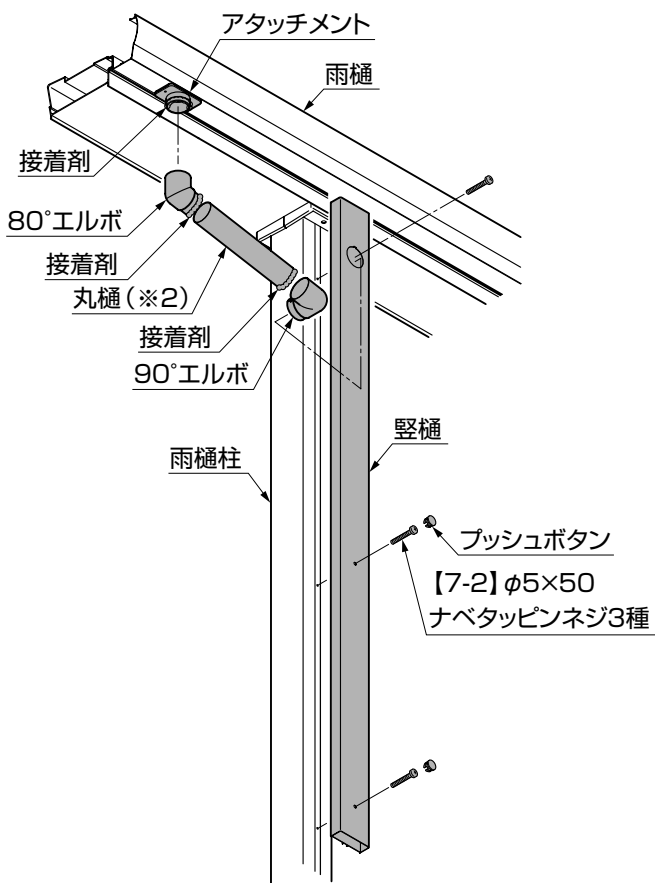
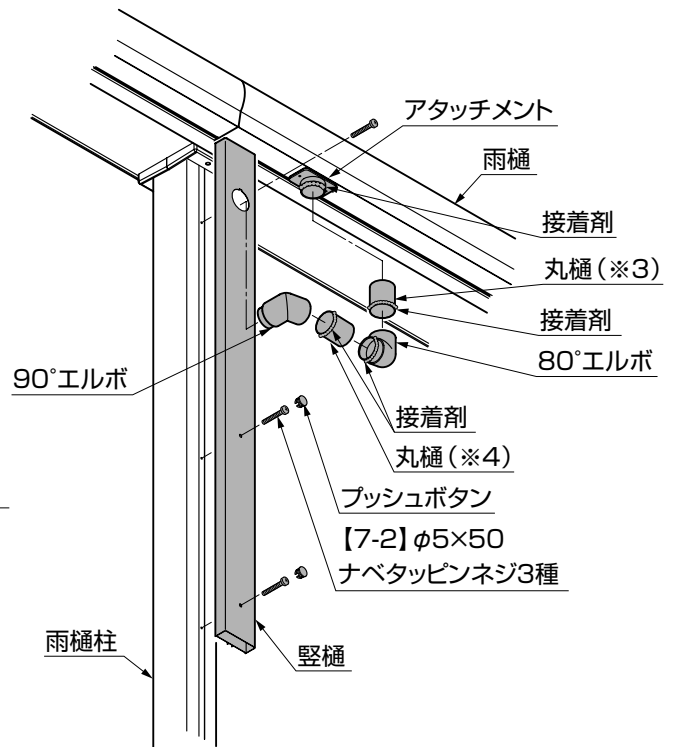

図9-1 端部
図9-2 連棟部
- ① 縦樋を【7-2】で雨樋柱に取付けてください。
- ② 各部品を接合して取付けてください。その際、接合部は接着剤で固定してください。(図9-1、図9-2参照)
- ③ 縦樋のネジ通し孔にプッシュボタンを取付けてください。